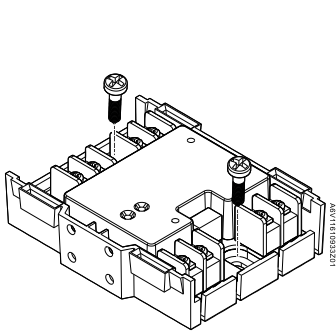

图 9
- 安装在控制器或开关柜内部：直接安装在平整表面上（图 9）。
2. 用两颗螺钉（M4）将模块固定（图 9）。安装孔距离：63.5±1.0 mm。